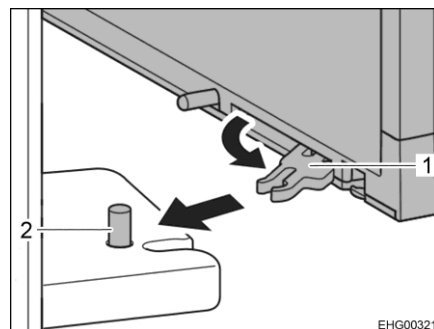

Fig. 91 Verrouillage de la porte du réfrigérateur
- Déplier l'entretoise (Fig. 91,1) côté intérieur de la porte du réfrigérateur en haut et en bas et tirer vers l'avant.
- Faire s'enclencher les entretoises dans chacun des goujons (Fig. 91,2).